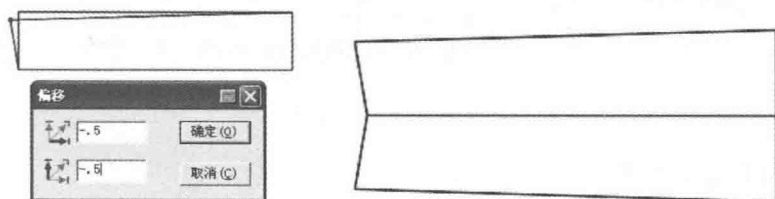

图6-84 里襟处理步骤2
③选择 【调整】工具框选其中的一个外端点按【Enter】键，出现对话框输入横向偏移量 -0.5cm，纵向偏移量 -0.5cm。
④选择 【对称】工具，按着【Shift】键进入【对称复制】功能。将里襟复制成一个完整的结构（图 6-84）。